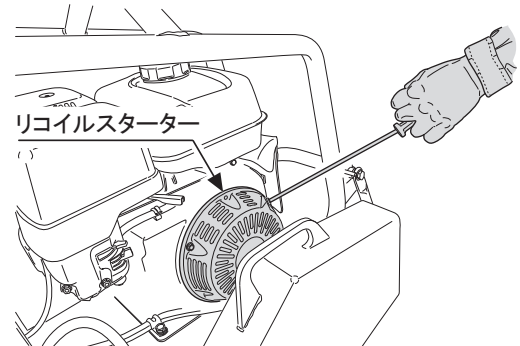

図 24
5. リコイルスターターの始動グリップを握り、最初に軽く負荷がかかる位置まで引きます。そこから勢い良く引張ってください。この時、ロープを引張り過ぎるとロープが切れたり抜けてしまう恐れがありますので御注意ください。またエンジン始動後も始動グリップは引いた状態で離さないで、持ったままでゆっくりと戻してください。(図24)